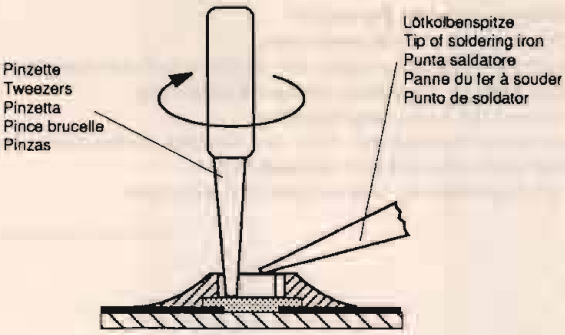

Fig. 2
2. Schritt: CHIP-Enden, bzw. das komplette CHIP-Bauteil erwärmen. CHIP von der Klebung ohne Kraftaufwand abdrehen, damit unter dem CHIP liegende Leiterbahnen nicht abgerissen werden (Fig. 2).
2. step: Warm up the ends of the CHIP or the whole CHIP component and remove the CHIP from the adhesive by turning it without application of force so that the tracks beneath the CHIP do not break (Fig. 2).
2. Chauffer légèrement les contacts externes du composant CMS ou le composant lui-même. Retirer ce dernier avec précaution en le tournant afin d'éviter un arrachement des circuits imprimés situés sous le composant (Fig. 2).
2. Riscaldare le superfici di contatto del CHIP risp. te tutto il CHIP e staccarlo con cautela. Attenzione a non esercitare forza per non danneggiare le piste sottostanti (Fig. 2).
- Segundo paso: Calentar los extremos o todo el CHIP y girarlo con las pinzas. No hacer fuerza para que la placa de circuito impreso no resulte dañada. Cuidar de que las pistas situadas debajo del CHIP no se suelten de la placa, ya que éstas también están pegadas (Fig. 2).